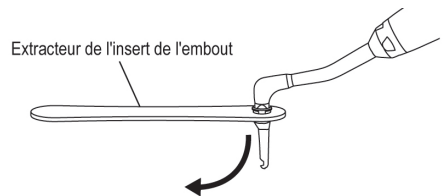

Fig. 9
5. Après le traitement, retirez l'insert de la pièce à main à l'aide de l'extracteur d'insert et mettez-le au rebut (Fig. 9).